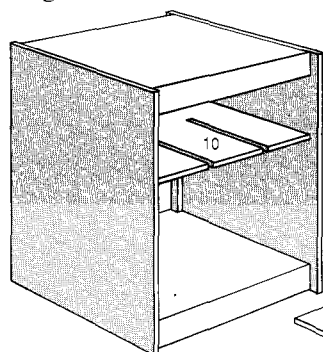

Fig. 4. Casier à bouteilles.
Divisez le côté le plus petit des cloisons verticales (9) et le côté le plus grand des séparations (10) en 3 parties égales (fig. 4). Faites sur ces divisions